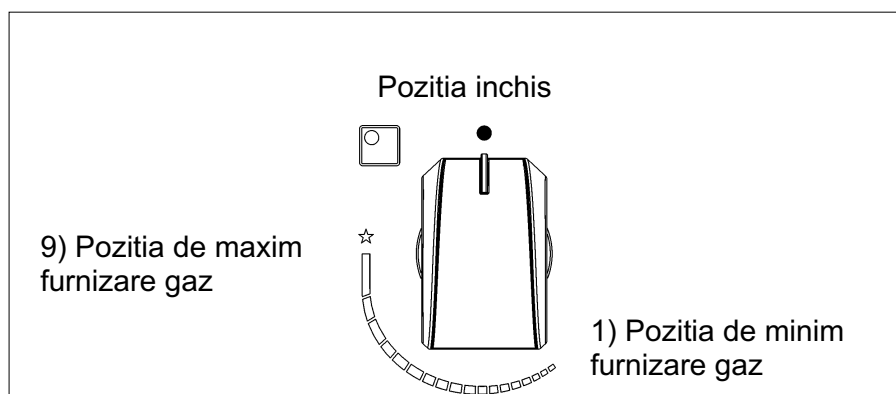

FIG. 1
Apasati si rotiti in sens antiorar butonul corespunzator arzatorului pe care doriti sa-l utilizati, aduceti-l pe pozitia de Maxim (flacara mare, fig. 1), dupa care apasati butonul pana la fund.
La arzatoarele dotate cu termocuplu de siguranta, trebuie sa se roteasca in sens antiorar butonul corespunzator arzatorului pe care doriti sa-l utilizati, sa-l aduceti pe pozitia de Maxim (flacara mare, fig.1) pana sesizati o mica oprire a acestuia, dupa care apasati butonul si repetati operatiile indicate anterior. Dupa aprindere mentineti butonul apasat circa 10 secunde.
- Cand incepe fierberea aduceti butonul in pozitia de Minim (flacara mica, fig. 1).
- **aprinde arzatoarelor cu termocuplu de siguranta se poate face doar daca butonul este pe pozitia de Maxim (fig. 1).**